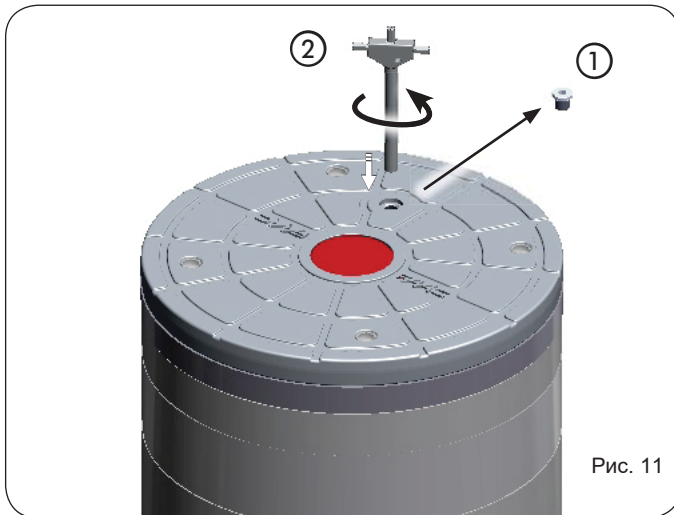

Рис. 11
3. Поверните ключ против часовой стрелки, чтобы опустить тумбу (рис. 11, обозначение (2)).